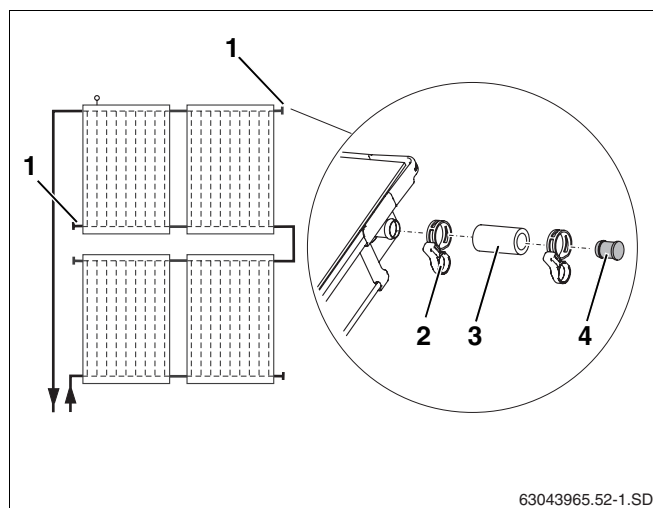

Рис. 40 Предварительный монтаж заглушек
Установите заглушки на неиспользуемые подключения коллектора (рис. 40, **поз. 1**).
- Надеть шланги 55 мм (рис. 40, **поз. 3**) с предварительно установленными на них заглушками на оба свободных подключения.